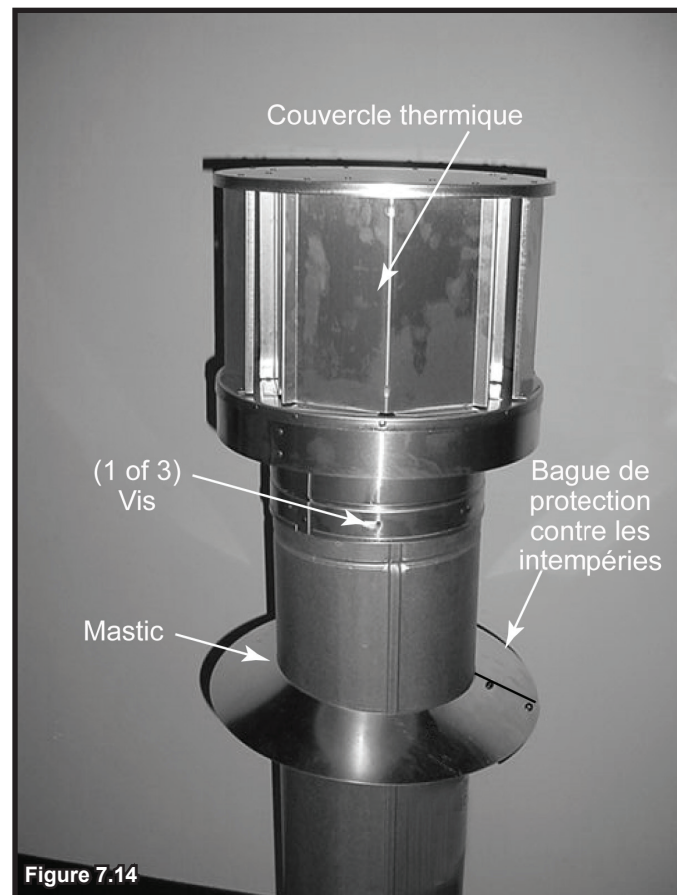

Figure 7.14
- Attachez le chapeau en visant les trois vis auto-taraudeuses (fournies) à travers les trous de guidage du col extérieur dans le conduit de la cheminée (voir figure 7.14).
- Appliquez du mastic autour de la partie supérieure du col. Voir la figure 7.14.